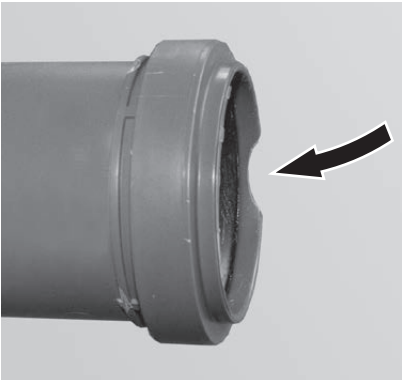
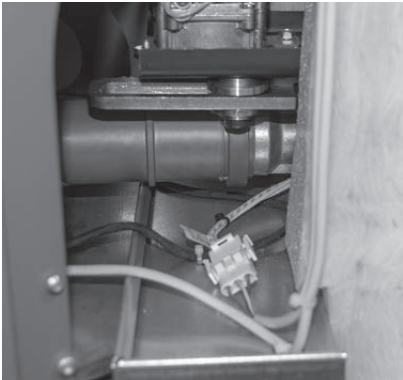

Fig. 107 Raccordo lungo con cavità posteriore
Fig. 108 Raccordo lungo inserito nel tubo di aspirazione del bruciatore.
- Inserire il raccordo lungo allegato nel tubo di aspirazione del bruciatore. La cavità deve stare nella parte posteriore – Fig. 107, Fig. 108.